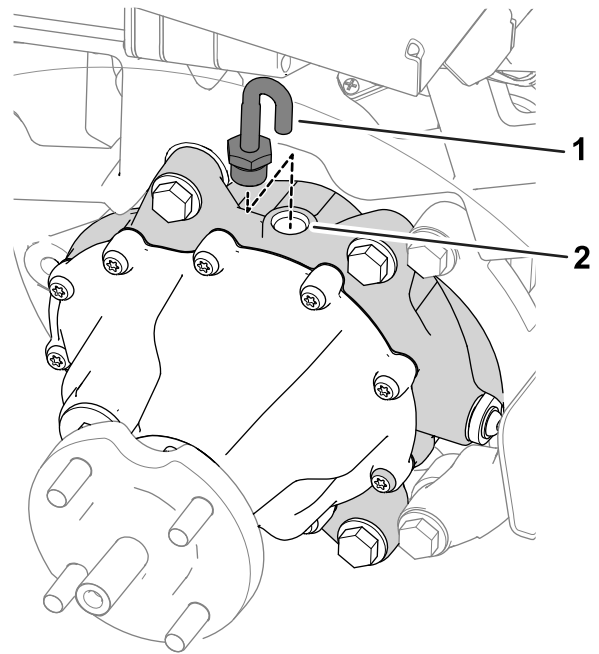

图 59
7. 从齿轮箱顶部取下通气管和接头图 59。
9. 将通气管和接头装入加油口图 59。